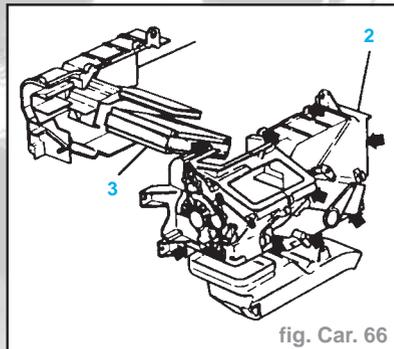

fig. Car. 66
- Le recouvrement arrière du carter de corps chauffant (2) - 9 vis (flèches) (fig. Car. 66).